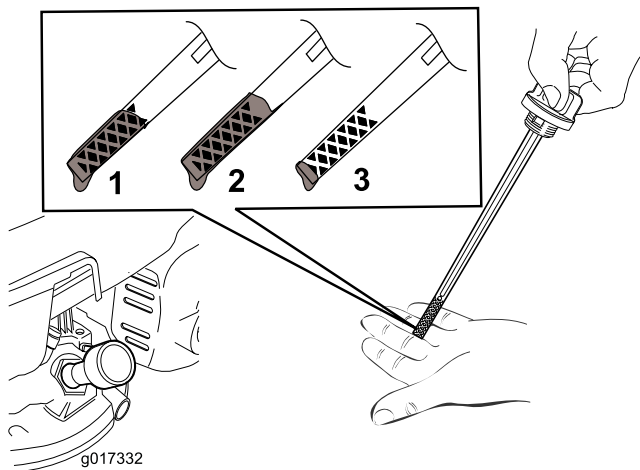

图20
**注意** 向发动机曲轴箱添加机油直到量油尺显示机油油位达到 图20中所示的正确位置。如果发动机加注机油过多则需要按照 5 的说明去除多余机油。